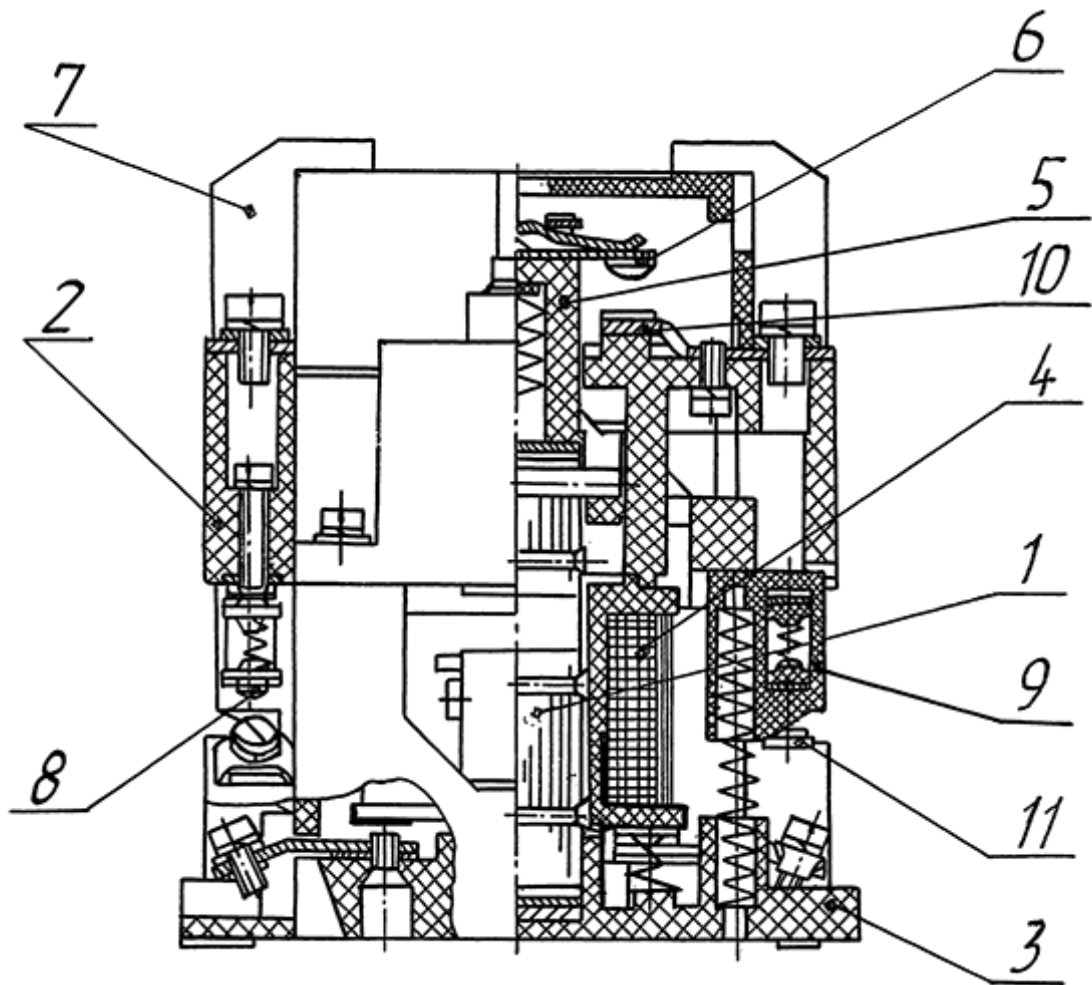

Рисунок 1 - Контактр ПМЕ-211
1.4.1. Магнитные пускатели ПМЕ-200 изготавливаются на базе электромагнитного контактора ПМЕ-211 (Рисунок 1) и электротеплового реле РТТ-141.